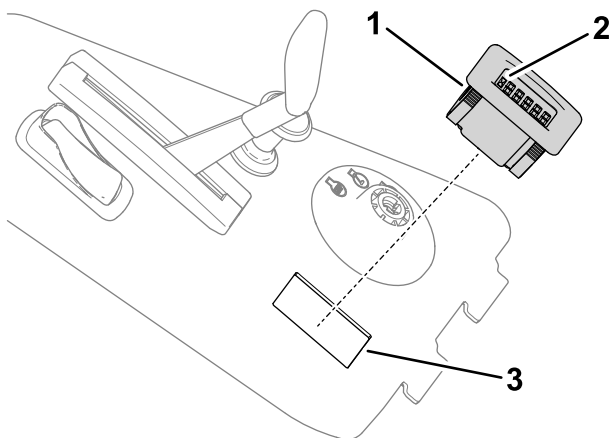

Figure 3
3. Insérez le compteur horaire dans l'emplacement découpé en prenant soin d'orienter le symbole du sablier vers l'accélérateur (Figure 3).